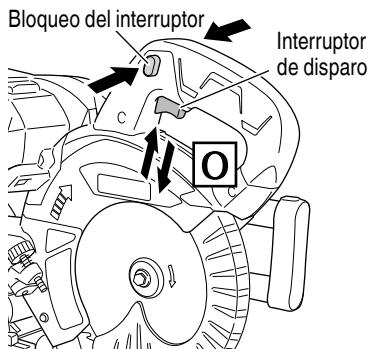

Fig. 26
#### (1) Encendido de la sierra (Fig. 26)